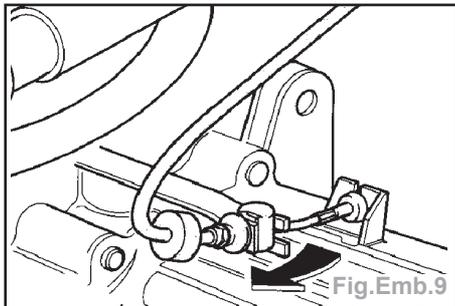

Fig.Emb.9
- Faire bouger le levier de débrayage dans le sens opposé au sens de commande, environ **10 mm**. Le levier de débrayage doit pouvoir bouger librement (Fig.Emb.9). Dans le cas contraire, remplacer le câble de débrayage.